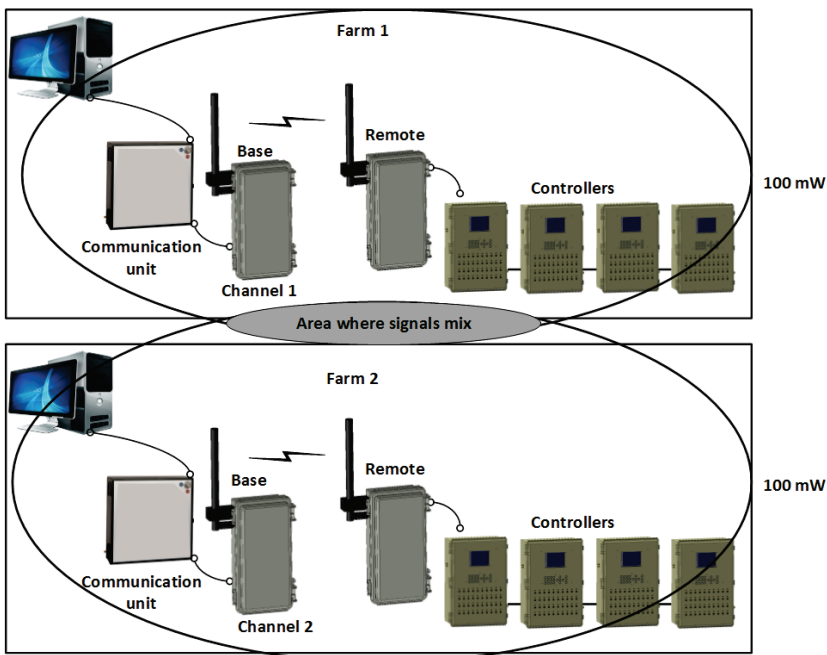

图 6: 信号干扰最小化
- 在墙上, 使用提供的螺丝和板材, 穿过固定孔 (如图 6 所示) .